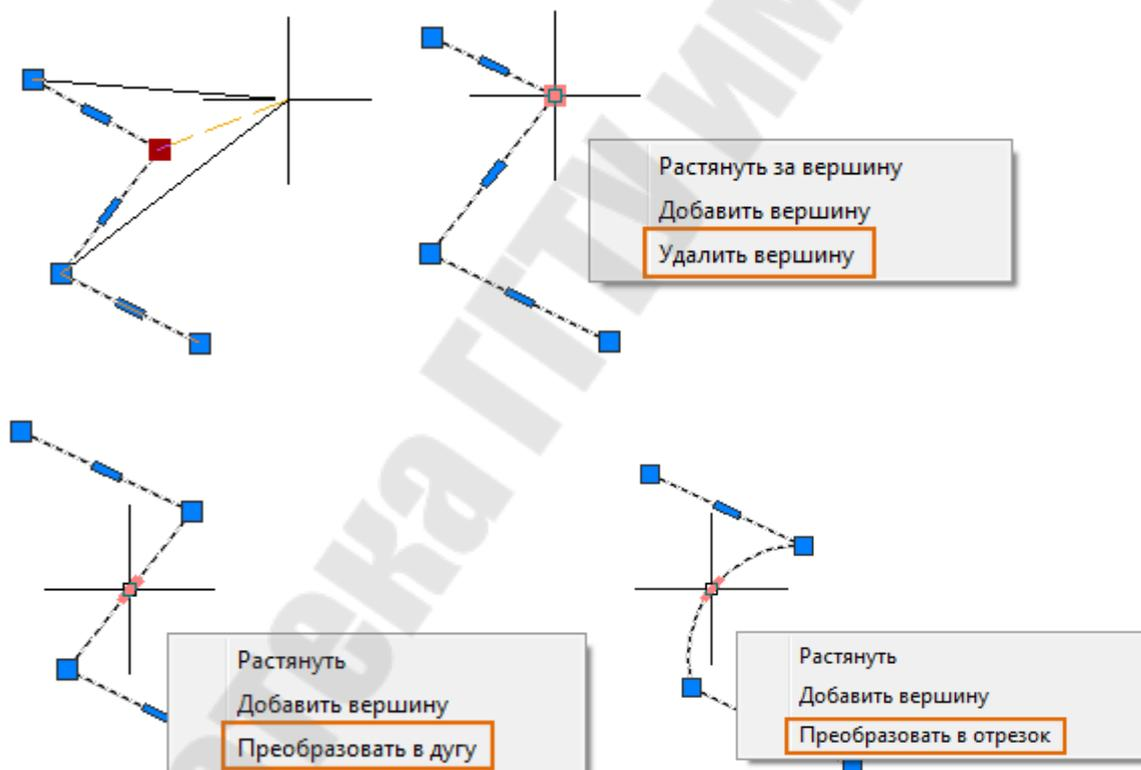

Рис. 2.115. Управление ручками полилинии из контекстного меню
- дождаться появления контекстного меню активной ручки (зависит от расположения на объекте ручки и типа объекта) и выполнить доступные действия (рис. 2.115).